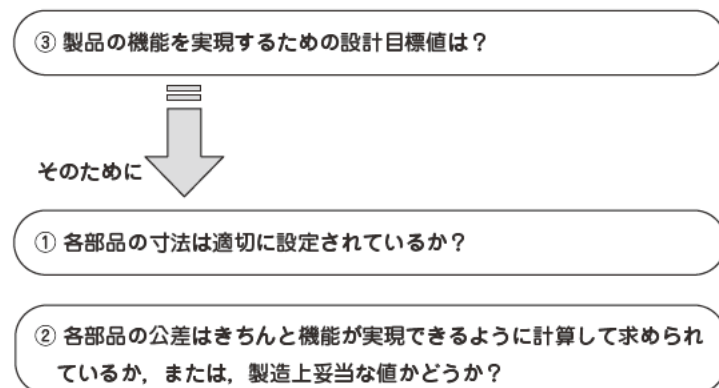

図 1.2 公差設計の流れ
つまり、③「設計目標値」が明確になっていなければ、本来、①「寸法」も②「公差」も決まってこないということです。この流れを表したのが、図 1.2 です。